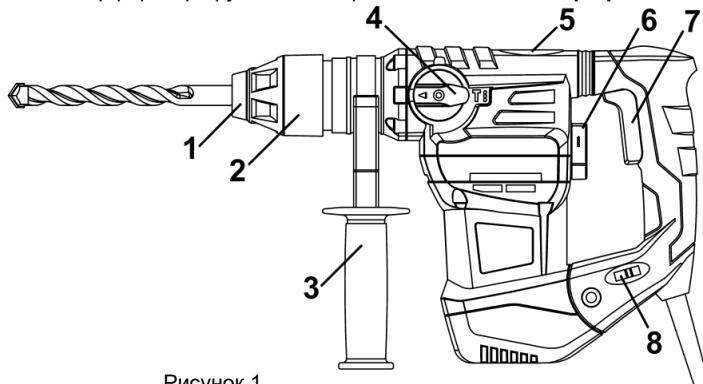

Рисунок 1
5.1 Выберите необходимый режим работы изделия с помощью переключателей (4) и (6) (смотрите рисунок 1).
- Перед включением изделия выберите скорость вращения патрона, установив регулятор (8) в необходимое положение. Для исключения поломки блока управления скорости вращения двигателя не изменяйте положение регулятора (8) при нажатой клавише выключателя (7).
5.2 Для включения изделия нажмите на курок выключателя (7) (рисунок 1). Для отключения изделия следует курок отпустить.